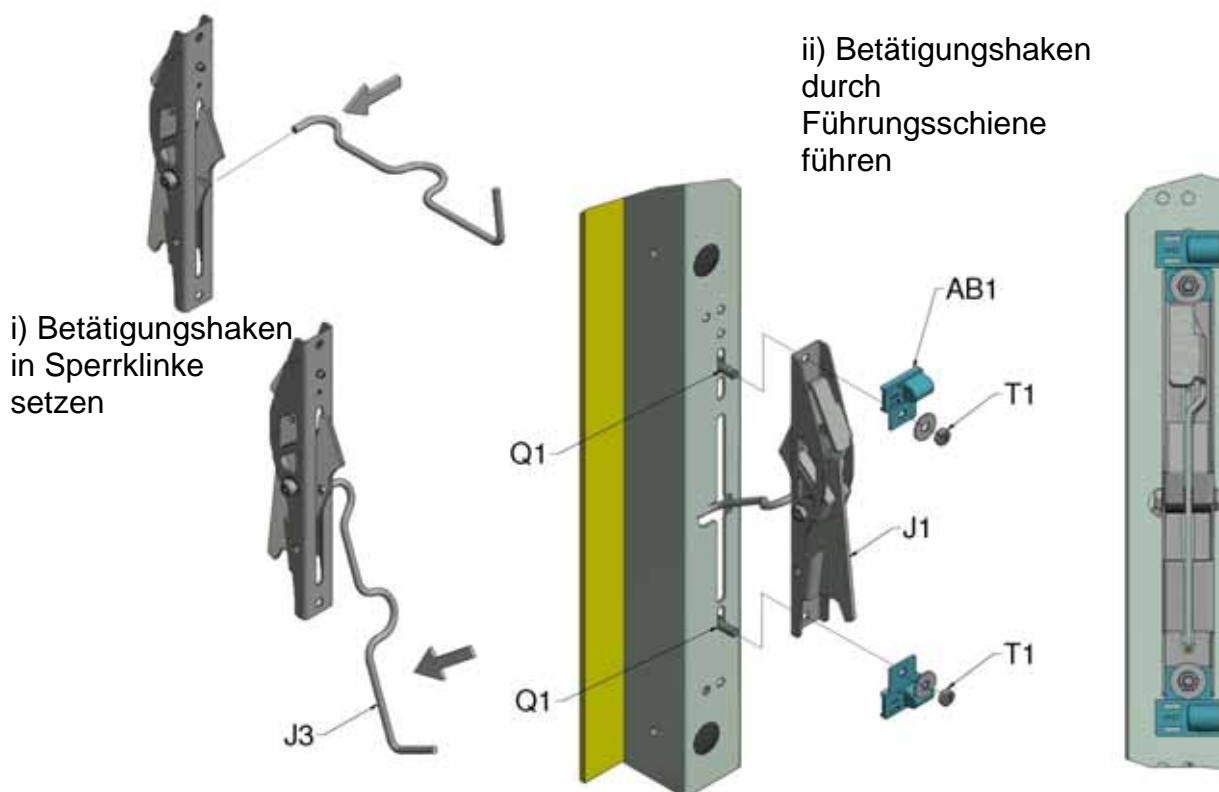

Abbildung 12: Verschrauben der Sperrklinken und Führungsschienen
11. Das Paar Betätigungshaken (J3) an den Sperrklinken anbringen. Dafür das gewellte Hakenende durch die schlüssellochförmige Öffnung in der Schwenkplatte führen (Abbildung 12).